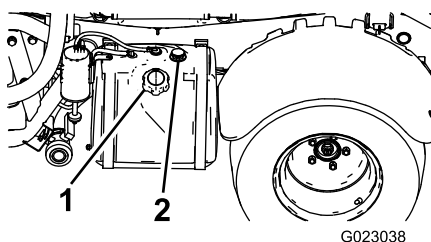

Bild 11
2. Reinigen Sie den Bereich um den Tankdeckel (Bild 11).